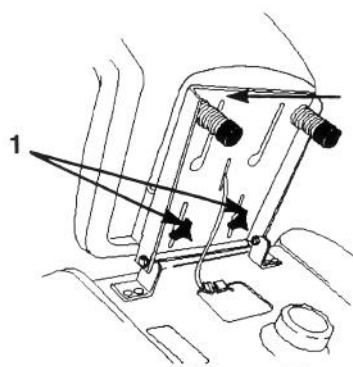

Figure 11
1. Soulever le siège et desserrer les boutons de réglage (Fig. 11).